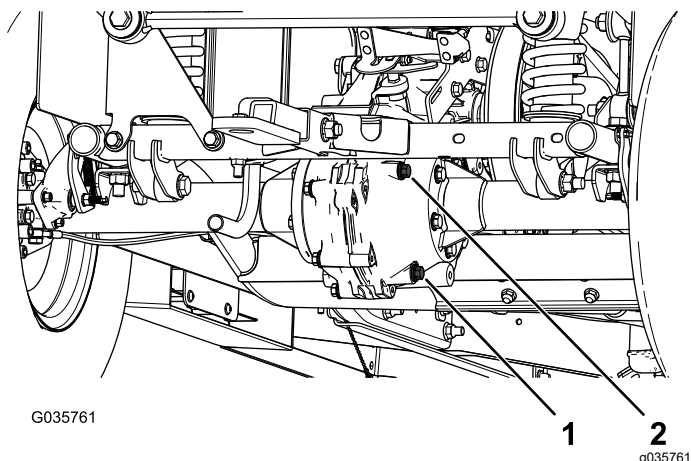

Figure 58
4. Enlevez le bouchon de remplissage de la boîte-pont (Figure 58).
5. Si le niveau de liquide est trop bas, enlevez le bouchon de remplissage et ajoutez le liquide spécifié jusqu'à ce qu'il ressorte par l'orifice (Figure 58).
1. Placez un bac de vidange sous le bouchon de vidange (Figure 58).
2. Enlevez le bouchon de remplissage et le joint (Figure 58).
3. Enlevez le bouchon de vidange et le joint et vidangez tout le liquide (Figure 58).